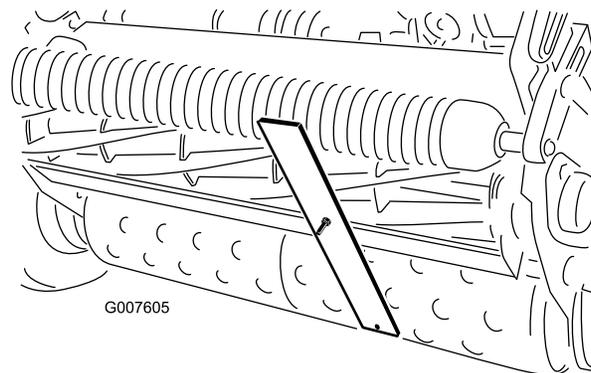

Figura 43
- Prenda a cabeça do parafuso à extremidade cortante da lâmina de corte e apoie a extremidade traseira da barra no rolo traseiro (Figura 43).